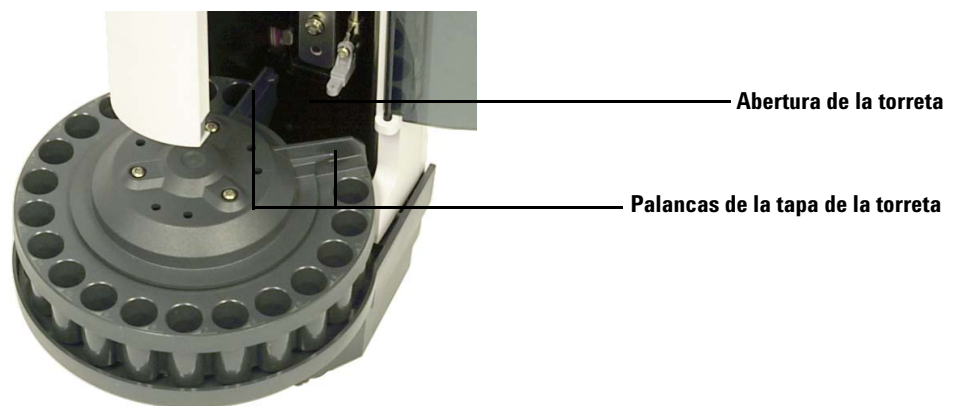

Figura 99 Alineación de las palancas de la tapa de la torreta con la abertura de la torreta
- 11 Vuelva a instalar la tapa de la torreta. Alinee las palancas de la tapa de la torreta con la abertura de la torreta y coloque la tapa en su sitio (Figura 99).